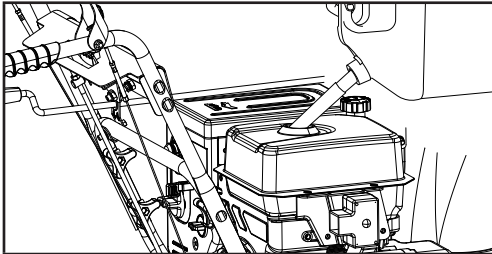

Figure 14
1. Enlevez le bouchon du réservoir d'essence (figure 14).